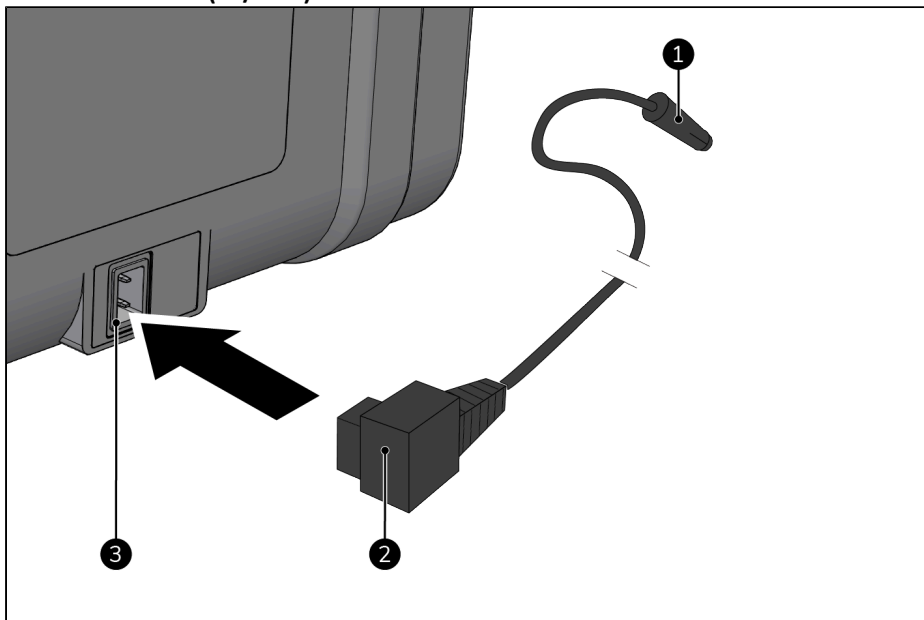

Figur 43.
3. Placera elkabeln (Figur 43, pos. 2) i adaptern för likspänning till växelspanning (Figur 43, pos. 1).
4. Placera kontakten för adaptern från växelspänning till likspänning (Figur 43, pos. 5) i enhetens strömförsörjning (Figur 43, pos. 6).
5. Placera stickkontakten (Figur 43, pos. 4) i ett lätt åtkomligt vägguttag (Figur 43, pos. 3).